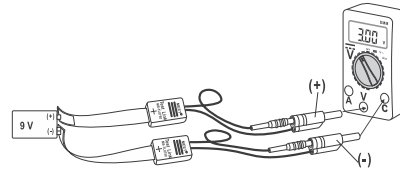
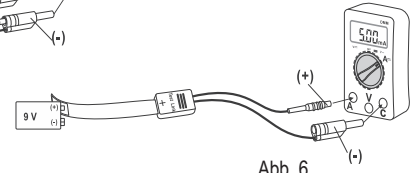

Abb. 5
Abb. 6
Um die Spannung (Abb. 5) und den Stromfluss (Abb. 6) über einer an die Last angeschlossenen Blockbatterie zu messen, gehen Sie wie folgt vor.
- Verbinden Sie die zwei angeschlossenen Messadapter entsprechend der Abb. 5 zur Spannungsmessung mit einem geeigneten Multimeter.
- Zur Strommessung verbinden Sie einen Messadapter entsprechend der Abb. 6 mit dem zweiten geeigneten Multimeter.